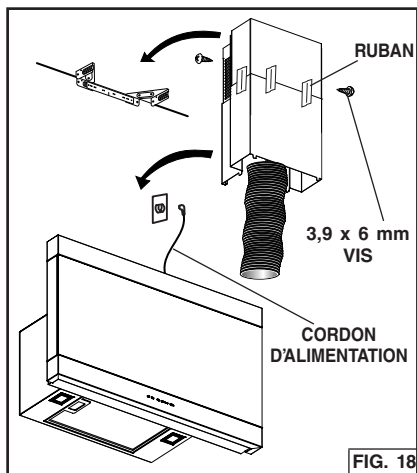

FIG. 18
6. Fixez temporairement les carneaux supérieur et inférieur l'un à l'autre avec de l'adhésif pour canalisation, comme indiqué. Fig. 18.
7. Mettez le carneau en position. Fixez le carneau supérieur au support de montage du carneau avec 2 vis de 3,9 x 6 mm. Fig. 18.